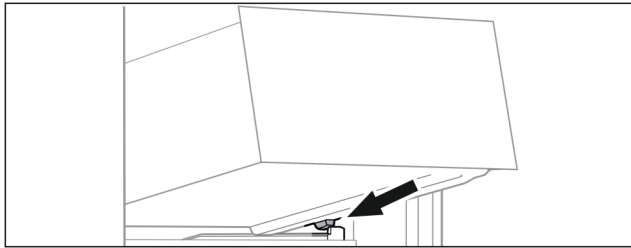

Fig. 63
- ▶ Applicare il cassetto inclinandolo dietro i fermi sulla nervatura del contenitore. (vedere Fig. 63)